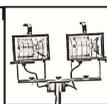
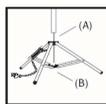

Abb.2
Abb.3
Coloque el poste telescópico en el agujero (A) y (B). Monte la tuerca en la parte inferior del tripode apretando el tornillo. Abra el soporte del tripode y apriete la tuerca de bloqueo a la altura deseada (Fig. 2). Ajuste el tripode a la altura deseada aflojando y apretando las contratuercas situadas en  extensión   la parte superior de la  (Fig. 3). Su proyector ya